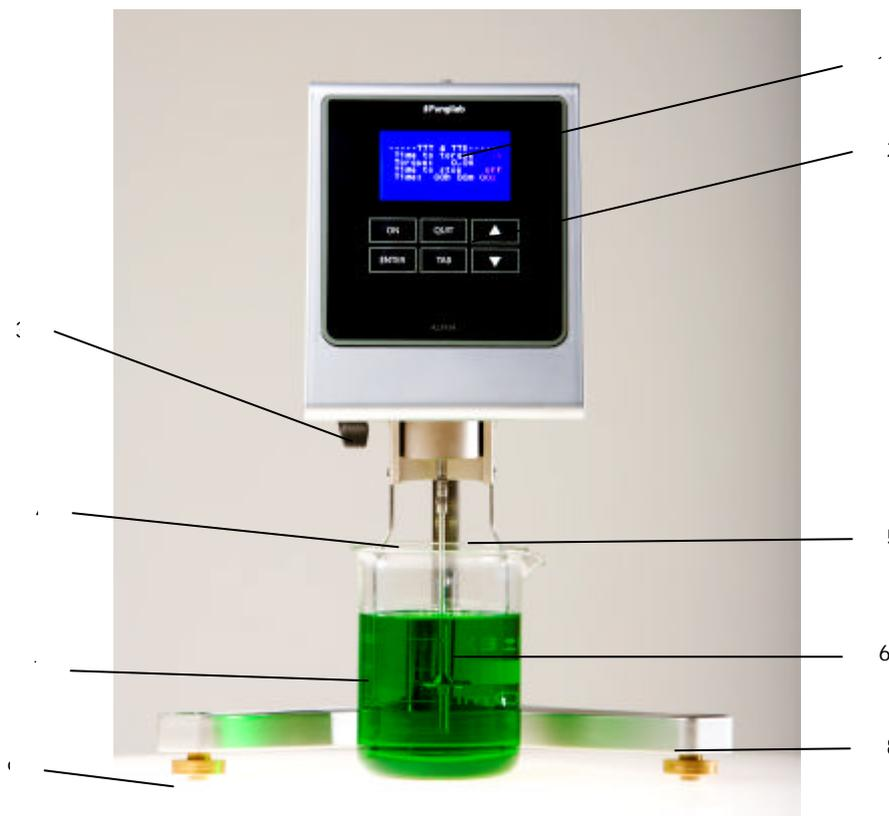

Fig. 3 Vista frontale dello strumento
- ?? Collegare il cavo di alimentazione nel sua presa situata sul retro dello strumento (Fig. 3 posizione 4) e collegarlo alla rete elettrica.
Prima di accendere lo strumento, si dovrebbe familiarizzare con i controlli del viscosimetro visti nella sezione precedente. Lo strumento ha una tastiera con 6 tasti (Fig. 7) e un display fluorescente a 4 linee (numero 1 Fig. 3) sulla parte frontale pronti all'uso e permettono all'utente di interagire con lo strumento. Lo schermo mostra sempre le operazioni che l'utente sta effettuando mostrando i menu che verranno spiegati in seguito. Anche le misure raccolte dallo strumento verranno spiegate nel presente manuale. La tastiera dà all'utente la mobilità attraverso tutti i menu, la selezione tra diverse opzioni, e la creazione e/o la modifica delle configurazioni di misurazione della viscosità per adeguarsi alle necessità dell'utente.